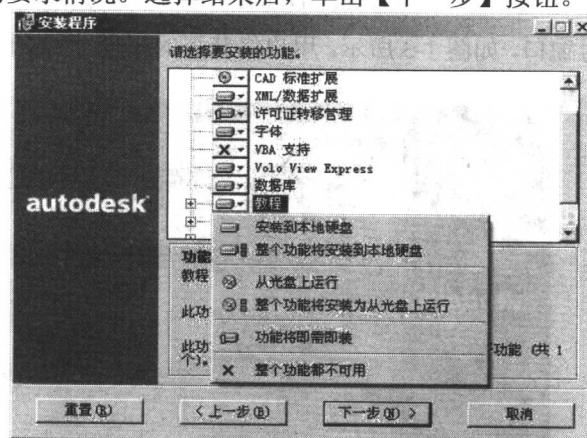

图 1-5 安装 AutoCAD 2002 —— 定制安装内容
(7) 对要安装的内容进行选择。如图 1-5 所示，AutoCAD 2002 提供了程序文件、纹理贴图、CAD 标准扩展、XML/数据扩展、许可证转移管理、字体、VBA 支持、Volo View Express、数据库、教程、词典、样例、批处理打印等内容供不同要求的用户进行选择。单击每个选项左边的箭头，都可以出现一个下拉菜单，显示不同的需要，例如安装到本地硬盘、从光盘上运行、整个功能都不可用等。同时，窗口下部的“功能说明”对该项内容进行说明，帮助用户更好地选择。用户根据自己使用情况进行选择，单击其中一项，则此项安装内容前的图标改变，用以区分不同的要求情况。选择结束后，单击【下一步】按钮。